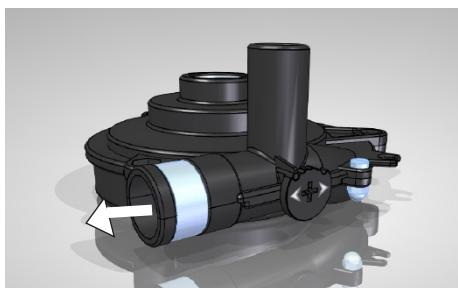

Fig 6.4.1 Bomba configurada en la posición de circulación INTERNA.
- Circulación **INTERNA**: El agua sale de la bomba por el tubo horizontal (Ver fig 6.4.1). Con esta configuración se consigue una buena homogeneización de la temperatura en el líquido de la cubeta.